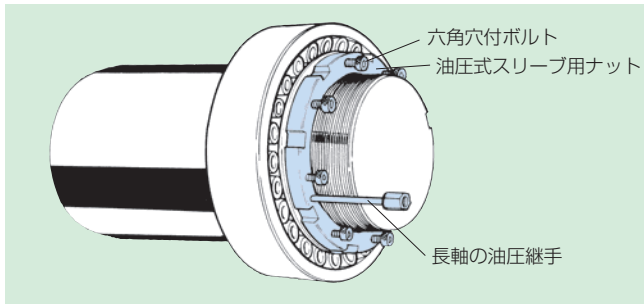

図15
(4) 油圧式取外しスリーブ、保護板、取付け用ナットの穴が同一軸線上にあることを確認し、長軸の油圧継手および油圧ポンプからのホースを接続します（図15参照）。